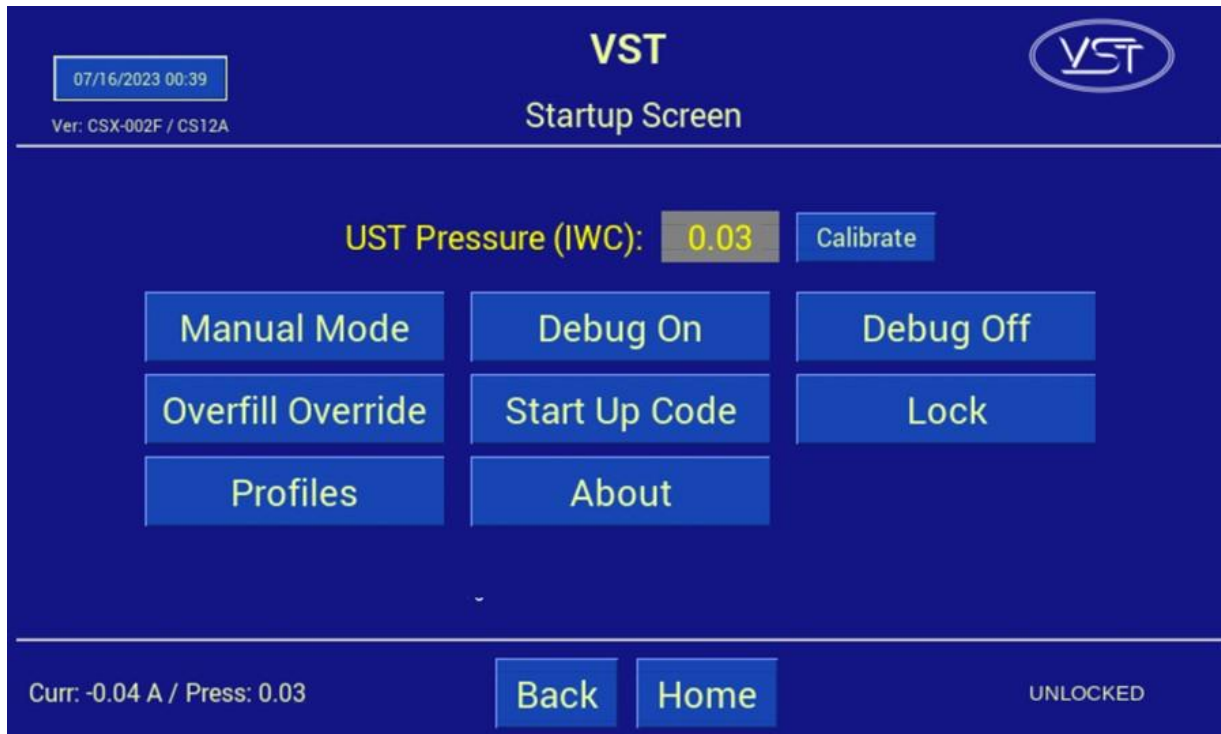

Figura 6-12: Pantalla de Fecha y Hora
- Para anular manualmente la alarma de sobrellenado una vez finalizada la prueba, navegue hasta la pantalla de inicio. **Ver la Figura 6-12**
7. Presione el botón "Startup Code". **Vea la Figura 6-12.**